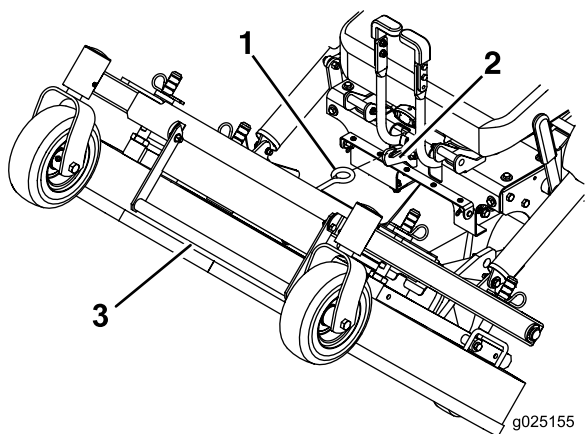

Figura 12
6. Usando el asa de elevación de la carcasa, eleve la carcasa y engánchela en la posición elevada (el enganche está situado en el centro de la parte delantera del asiento), según se muestra en Figura 12.
1. Mientras sostiene con firmeza el asa de elevación de la carcasa, desenganche el cierre de la carcasa de corte de la máquina y baje lentamente la carcasa al suelo (Figura 12).